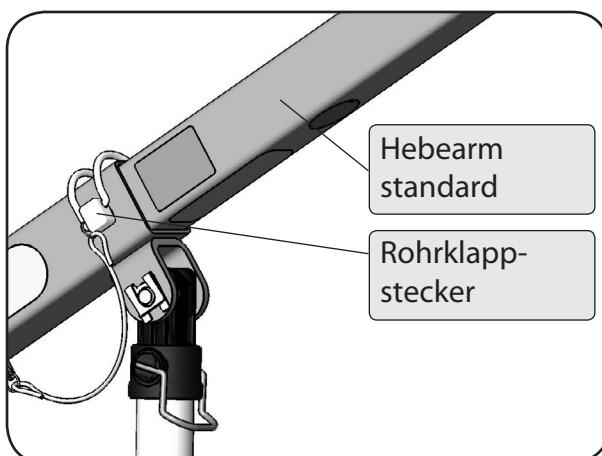

Abbildung 15
8. Ziehen Sie nun den Rohrklappstecker aus der Hebearmaufnahme. Klappen Sie dazu zuerst den Bügel am Rohrklappstecker um (Abbildung 15).
10. Sichern Sie den Hebearm standard mit dem Rohrklappstecker. Stecken Sie ihn bis zum Anschlag ein und klappen Sie den Bügel um (Abbildung 15). Der Rohrklappstecker ist korrekt angebracht, wenn der Bügel das Hebearmrohr umschließt (Abbildung 18).